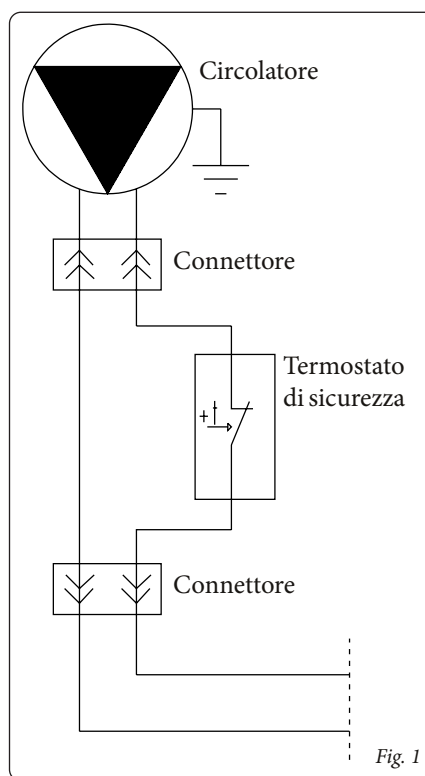

Fig. 1
- sfilare il connettore posto sul cavo che alimenta il circolatore ed interporre il termostato utilizzando il cablaggio già predisposto di connettori in dotazione nel kit (Fig. 1);